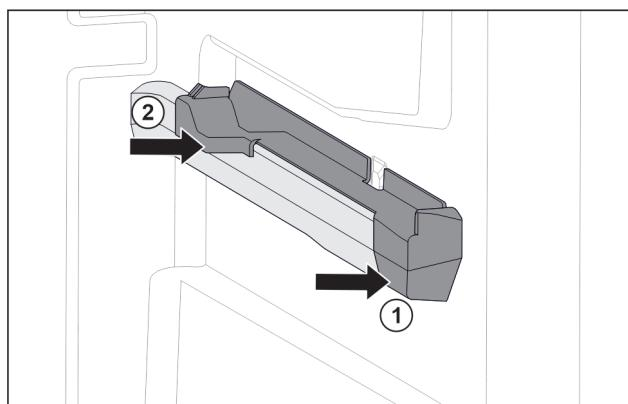

Fig. 44 Вставна частина на правому ребрі для резервуару
- Одягти вставну частину вперед на ребро резервуару. Fig. 44 (1)
- Притиснути вставну частину позаду. Fig. 44 (2)